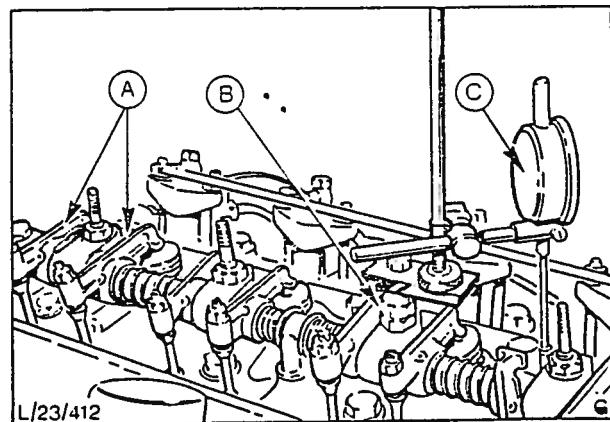

Fig. 35 Montering av måleur.
- (f) Monter måleuret og adapterne på toppdekslets andre festebolt (fig. 35) og plasser måleren mot eksosventilens stamme.